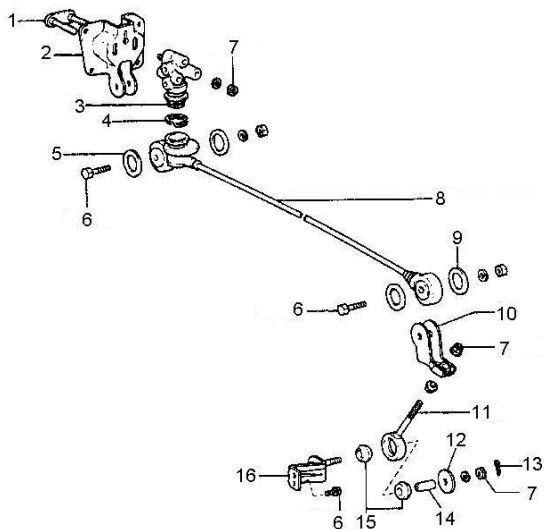

Рис. 4-4. Привод регулятора давления:
Попросите помощника нажать на педаль тормоза. При этом поршень регулятора должен выдвинуться из корпуса на 1...2 мм и нажать на рычаг привода 8 (см. рис.4-4.). Несоответствие перечисленным требованиям, отсутствие хода поршня, а также его недостаточный или чрезмерный ход свидетельствует о неисправности регулятора или его привода. В этом случае отремонтируйте или замените регулятор давления, а после его установки отрегулируйте его привод.
Замерьте регулировочный размер «А». Величина «А» должна составлять 120 ± 0.3 мм. Для регулировки ослабьте гайки 7 (рис. 4-4.) скобы №2 (11) привода регулятора. Вращая регулировочные гайки, добейтесь требуемой величины размера «А», после чего, затяните их.